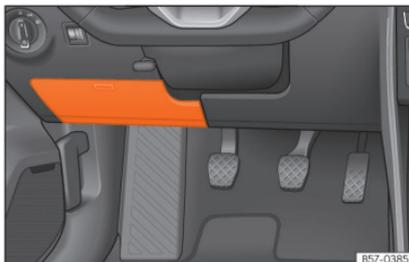

Abb. 49 Linklenker: Abdeckung des Sicherungskasten unter der Instrumententafel auf der Fahrerseite
- **Öffnen:** Abdeckung nach unten aufklappen » **Abb. 49**.